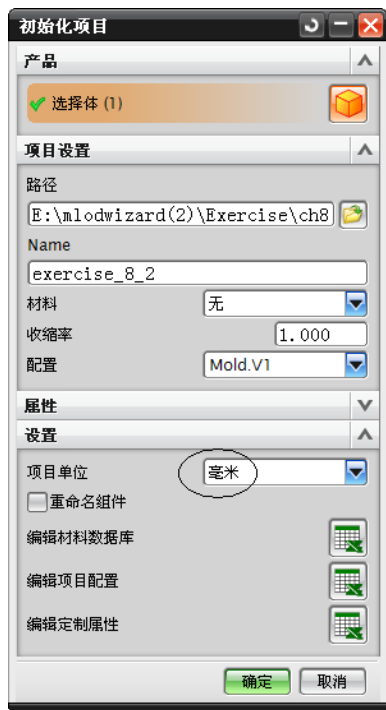

图 8-72 【初始化项目】对话框
(1) 启动 UGNX7.5，载入产品零件 Exercise_8_2.prt，打开【开始】→【所有应用模块】→【注塑模向导】，在【注塑模向导】工具栏中单击【初始化项目】按钮，打开如图 8-72 所示的【初始化项目】对话框。注意本产品原来建模的单位是英寸，这里要改过来，改为公制单位，不然后面标准件库的内容是不相同的。单击【确定】按钮，调入产品。